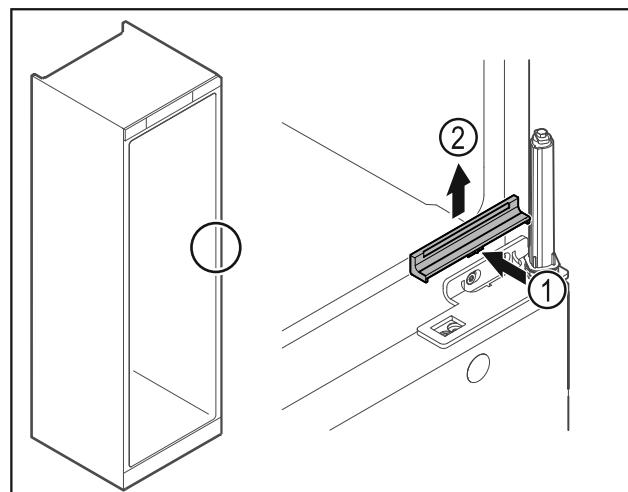

Fig. 32
- Слегка надавите на крышку по центру Fig. 32 (1) и снимите ее движением вверх Fig. 32 (2).